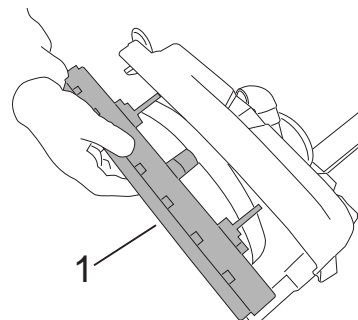

Fig.40
- Снимите скребок с машины (рис. 40 - поз. 1).